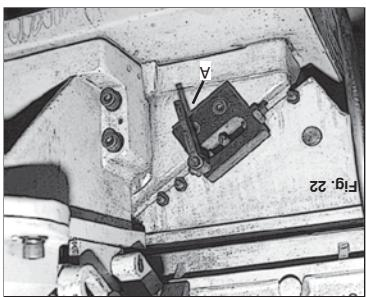

Fig. 22
de la canteadora (C) con cuatro tornillos (D) como se muestra. La canteadora viene equipada con un conductor de sellado de polvo (A) y una cubierta de polvo (B). Fig. 21 es el esquema de conexión para un sistema extractor de polvo a su canteadora. Si usted desea conectar un sistema extractor de polvo a la canteadora, Fig. 22 ilustra el procedimiento de conexión.